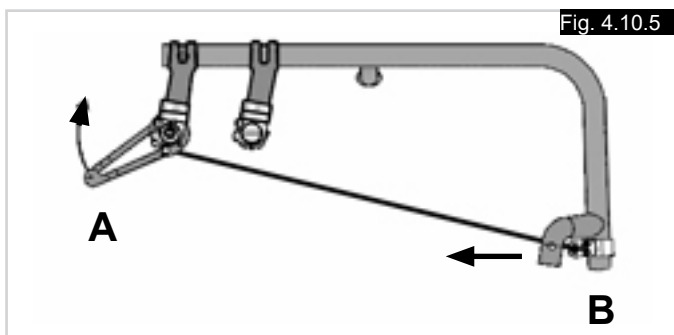

Fig. 4.10.5
- Flytta spännverktyget, (A), uppåt tills receptorn och frontröret, (B), bara börjar röra sig mot bakänden, (Fig. 4.10.5).
- Håll kabeln spänd med spännverktyget och dra åt skruven på den bakre kabelreceptorn, (Fig. 4.10.5).